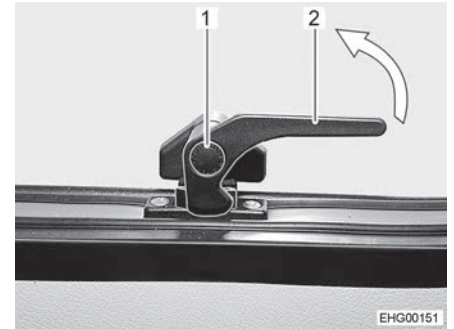

Bild 30 Låsarm, nedtill (i läget "stängd")
- Tryck på låsknappen (Bild 30,1) på låsarmen nedtill (Bild 30,2) och håll den nedtryckt.
- Sväng låsarmen nedtill (Bild 30,2) ett kvarts varv mot fönstrets mitt.